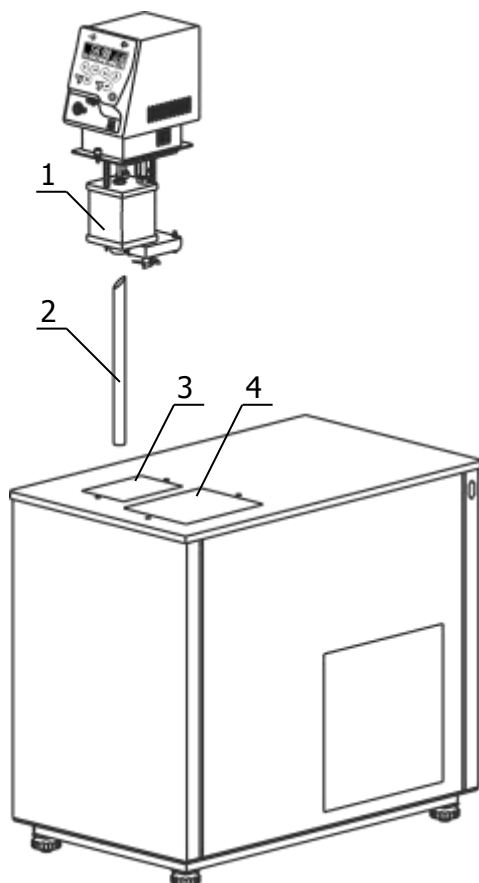
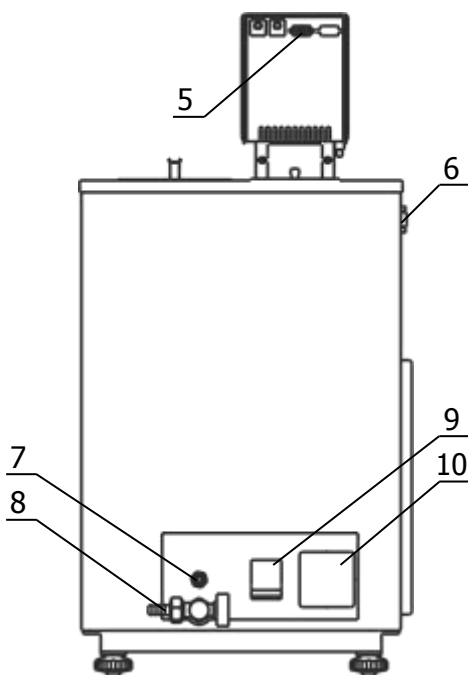

Рисунок 2 — Установка блока регулирования
Рисунок 3 — Задняя панель термостата
2.2.3 Вставить выходную трубку 2 (рисунок 2) в соединительную муфту на дне основной ванны 3 коническим концом вверх, как показано на рисунке 2.
2.2.5 К переливному штуцеру 7 (рисунок 3) присоединить гибкий шланг, второй конец которого опустить в емкость для сбора излишков теплоносителя объемом 1.5–2 литра.
2.2.6 Заполнить ванну термостата теплоносителем через отверстие над рабочей ванной 4 (рисунок 2) до момента начала слива теплоносителя из переливного штуцера 7 (рисунок 3). Температурный диапазон применения теплоносителя должен соответствовать значениям, указанным в 1.2.6.
2.2.7 Вставить вилку сетевого кабеля блока регулирования в розетку 10 (рисунок 3). Соединить кабелем из комплекта поставки блок регулирования (разъем 5) и холодильную машину (разъем 6). Сетевой кабель термостата подключить к питающей сети напряжением 220 В. Для этого в лабораторном помещении должна быть установлена электрическая розетка из комплекта поставки термостата.
2.2.8 Автоматический выключатель 9 (рисунок 3) перевести в положение «включено».
Причина отсутствия перелива — неправильная работа насоса, вызванная воздушной пробкой, образовавшейся в резервуаре 1 (рисунок 2). Для ее устранения необходимо:
2.4.5 Надеть сливной шланг из комплекта поставки на сливной кран 8 (рисунок 3) и закрепить его хомутом. Свободный конец шланга опустить в емкость для сбора теплоносителя объемом не менее 25 литров.